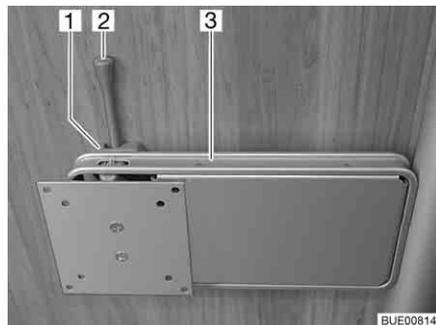

Fig. 43 Supporto su colonna
- Spingere di lato la leva di sbloccaggio (Fig. 43,2) e ruotare il supporto (Fig. 43,3) con lo schermo piatto nella posizione desiderata.
- Riportare indietro lo schermo piatto finché il supporto (Fig. 43,3) non si innesta nel bloccaggio (Fig. 43,1).